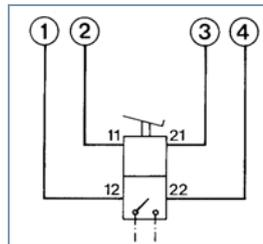

Abb. 3 Prüfstandanschlüsse
- Gerät an Prüfstandanschlüsse anschließen. (siehe Abb. 3).